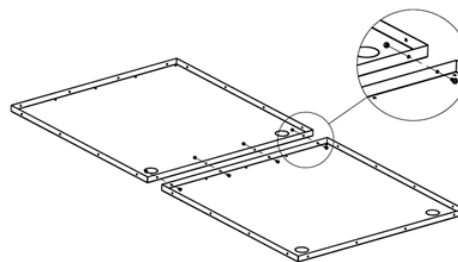

Рисунок 2
- между собой при помощи винтов M6x12 DIN 7985, Гайка M6 и шайб 6) см. рис.2.